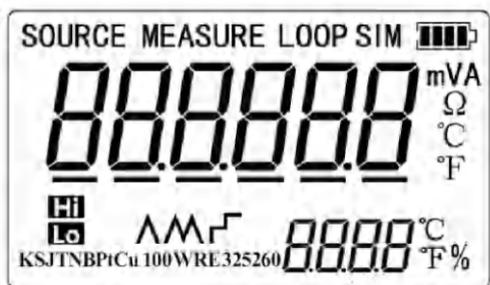

图5
- 1.2 按  持续2s以上打开校验仪。此时校验仪将进行自检，自检包括仪器内部电路和LCD显示屏，自检时LCD显示屏将显示所有内容，持续时间为1s，界面如下图5所示。